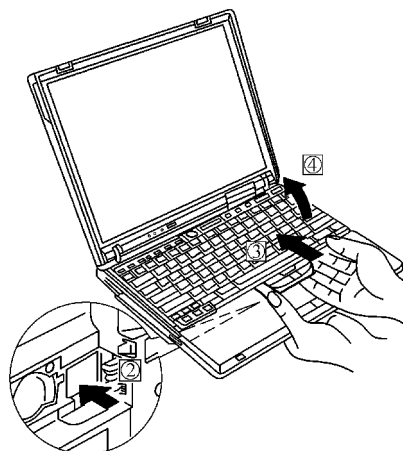

图 6-10 用塑料片将键盘挑起
(2) 如图 6-10 所示，用削尖的充值卡等塑料片按箭头“②”方向将键盘挑起，然后按箭头“③”、“④”方向轻轻用力取出键盘。